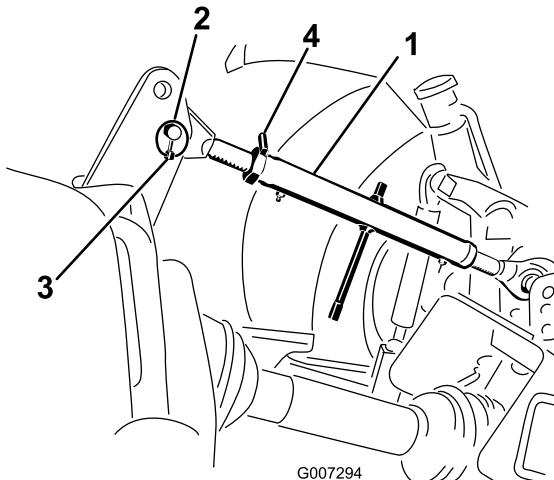

Bild 8
1. Stecken Sie den Oberlenker in das untere Loch in der Halterung und befestigen Sie ihn mit dem Steckstift und Klappstecker (Bild 8).
3. Drehen Sie den Oberlenker, um den Lenker festzuziehen. Verstellen Sie es so weit, bis der Rahmen vorn an der Maschine vertikal steht (Bild 8).